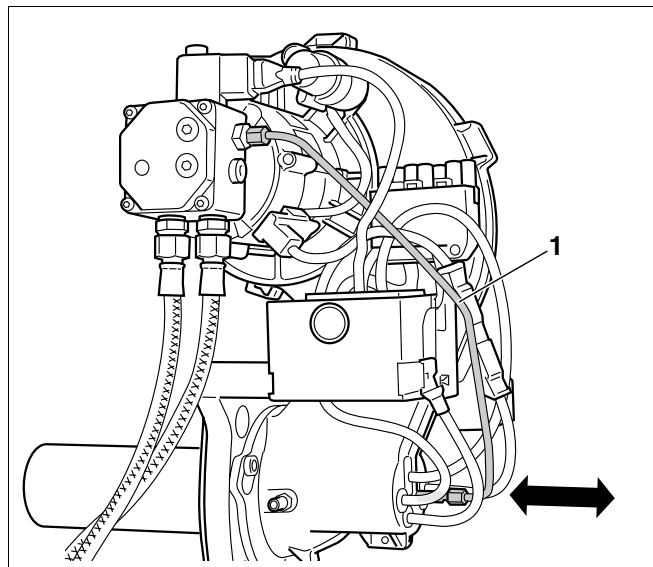

Fig. 34 Verificarea poziției corecte a sistemului de amestec
- Se scoate afară cca. 5 mm țeava de alimentare (Fig. 34, **Poz. 1**) cu combustibil lichid, în poziția indicată.